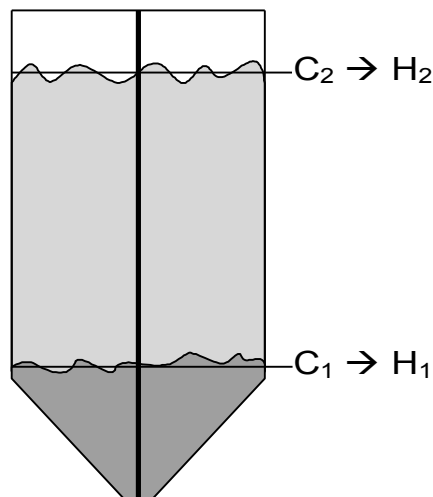

Рисунок 4
7.4.9 Для калибруемой термоподвески осуществить запись калибровочных точек С1 и Н1 (см. руководство пользователя на программу). При этом указать значение С1, равное значению С, считанному из термоподвески п. 7.4.8, а значение Н1 установить равным значению уровня контролируемой среды, измеренного лотом - рисунок 4 (при полном опорожнении силоса значение Н1 установить равным расстоянию от дна силоса до конца термоподвески).